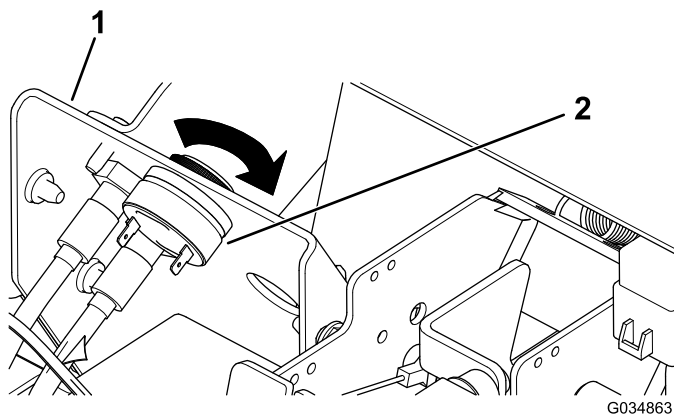

图9
2. 将警报器插入防火壁支架的孔中，并用螺丝将盖子固定至警报器 (图9)。